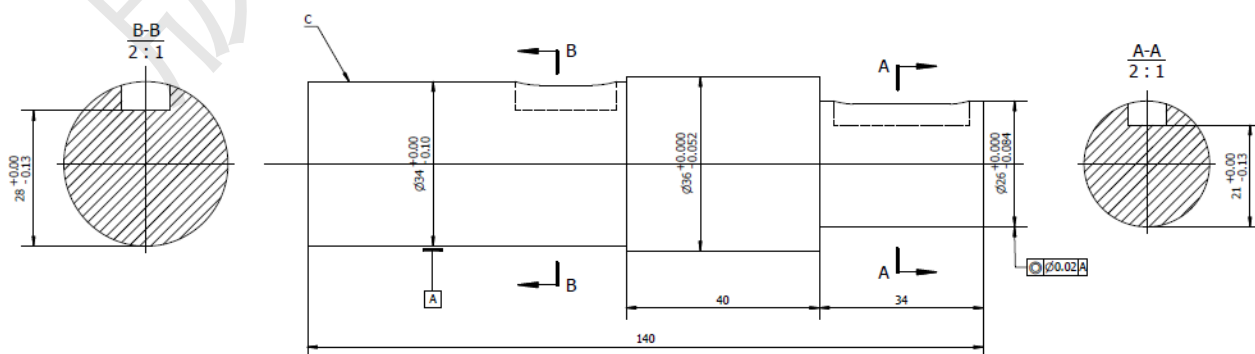

图 11 铣键槽工序示意图
5、如图 11 所示，在输出轴铣键槽的工序中，采用静调整法批量加工，圆柱面 C ($\phi 34_{-0.01}^{0}mm$) 放置在长度为 66mm 的 V 型块上进行工件定位，V 形块两斜面夹角 90° ，右侧圆柱面直径 $\phi 26_{-0.084}^{0}mm$ ，与圆柱面 C 之间同轴度 $\phi 0.02mm$ ，铣削加工两处键槽，保证 $28_{-0.13}^{0}mm$ 和 $21_{-0.13}^{0}mm$ 两个尺寸。（12 分）